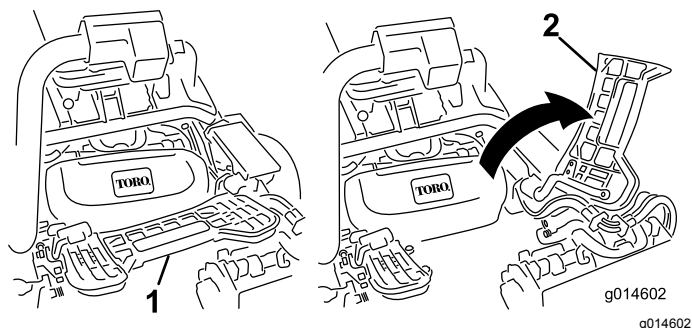

Figure 31
1. Relevez le repose-pieds pour accéder à la position du plateau de coupe central (Figure 31).